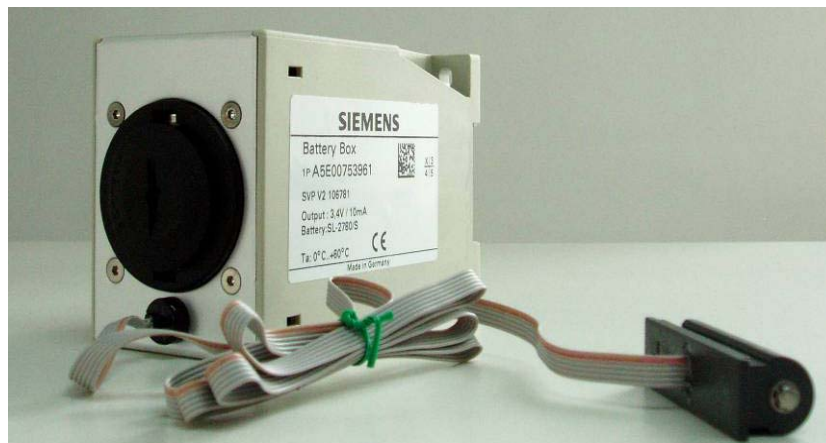
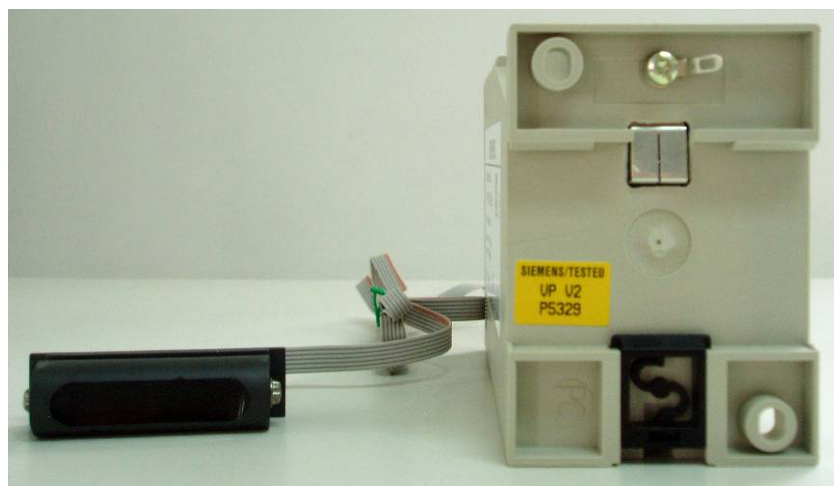
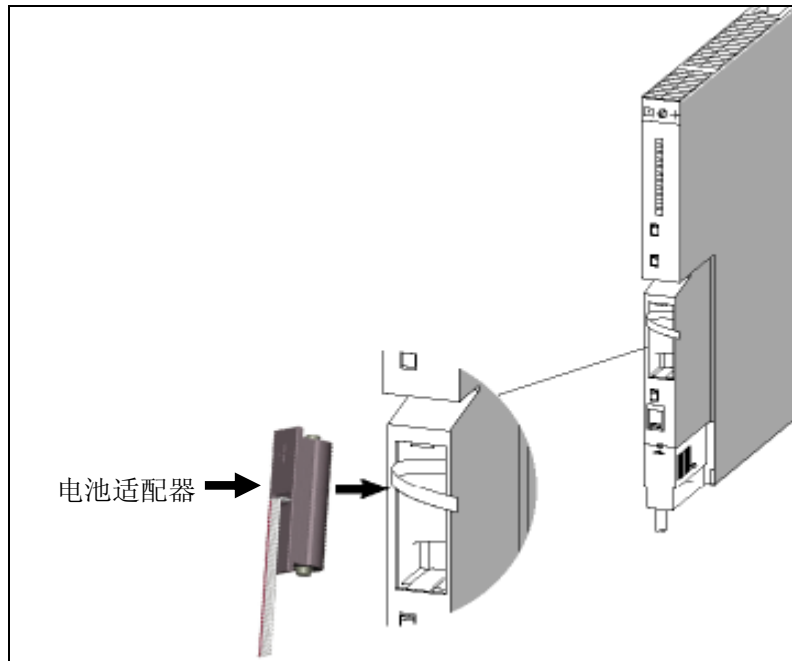

图 3-1 电池盒正面
图 3-2 电池盒反面
图 3-3
6. 对于版本为V4.X 的S7-400 CPU, 还可以使用电池盒, 订货号: A5E0075396 (该订货号不含电池, 订货号仅供参考, 如下图3-1、图3-2)。该电池盒可以安装19Ah (型号SL-2780/S) 的锂电池, 以提供充足的后备电流, 延长后备时间, 关于电池的各种技术指标等详细信息请参考链接: <http://www.tadiranbatteries.de/eng/distributor/>。电池盒通过电池适配器连接到电源模板 (如图3-3)。另外电池盒还具有EMC 滤波、短路保护和反向电流保护等保护功能。关于电池盒和电池的详细信息请参考电池盒手册。